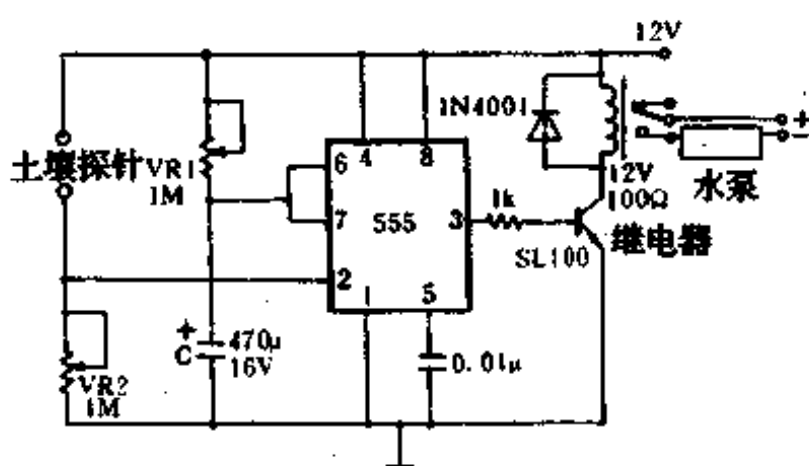

图 1-329
电路由 555 时基集成电路、晶体管驱动器、直流继电器、水泵和土壤探针所组成(如图 1-329 所示)。当土壤较干燥时,插入土中的探针间电阻就增大,因而集成块 555 的②脚从电源 12V 上分得的电压下降到 $1/3V_{CC}$ ($V_{CC}=12V$) 以下,使触发比较器起动,555 的③脚输出高电位,晶体管驱动管导通,继电器接点动作,将水泵电源接通。555 集成块③脚输出高电位的持续时间,由 VR1 调整确定,用以下公式计算: $T(\text{分})=1.1RC/60 \times 10^6$ 其中 $T(\text{分})$ 为 555 集成块在③脚输出高电位的延续时间, R (即 VR1 用欧姆作单位) C 用微法作单位。